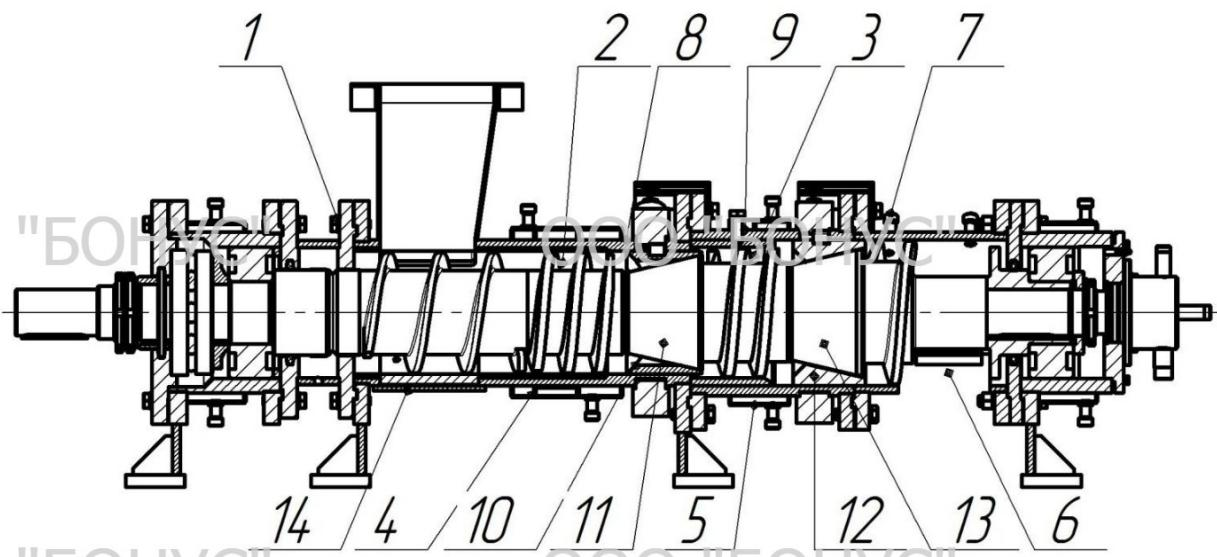

Рис. 2
4.2 ДД (рис.2) – предназначен непосредственно для девулканизации резиновой крошки с производительностью 90÷130 кг/час. ДД - шнековый реактор, состоящий из сборного корпуса 1 с двумя зонами обработки крошки: зоной диспергирования 2, зоной регенерирования 3, снабженные рубашками охлаждения 4, 5, зоной выгрузки 6. В зонах диспергирования и регенерирования расположены термопары 8, 9, косвенно измеряющие температуру регенерируемого материала. В зоне выгрузки 6 может осуществляться впрыск